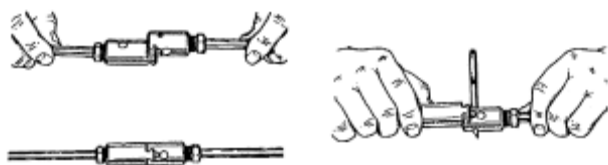

图2 — 连接/分离疏通杆示意图
1. 通过快速接头滑入就可以连接两根疏通杆，见图2所示。
4. 选择适当的切削头连接到疏通杆上，要拆下，插入插销即可分离（见图2）。
21. 解下退出来的疏通杆（见图2）。